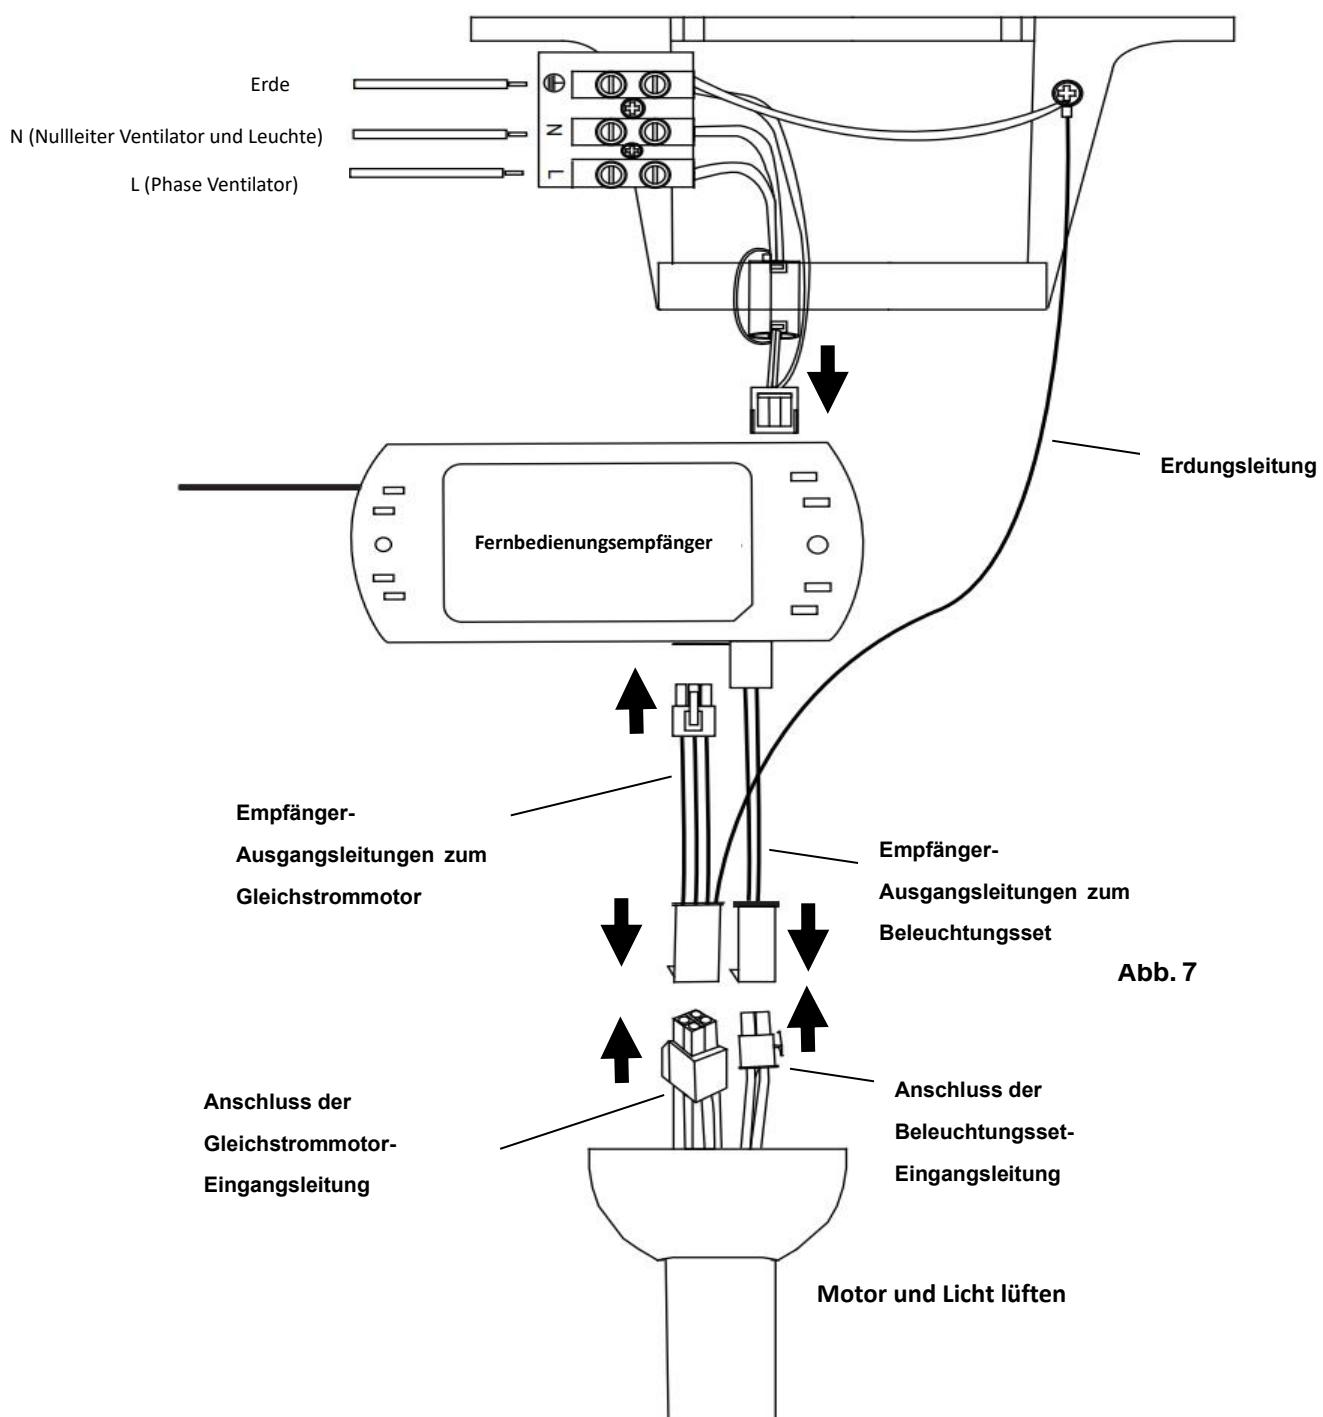

Abb. 7
VERKABELUNGSDIAGRAMM (Abb. 7)
Von der Netzversorgung zur Klemmleiste an der Montagehalterung: (Abb. 7)
Von der Montagehalterung zum Empfänger und Motor: (Abb. 7)
5. Schließen Sie die Ausgangsleitungen des Gleichstrom-Motors/-Empfängers (von der Halterung mit Erdungsleitung) an den Ausgang des Gleichstrom-Motors/-Empfängers an (**Abb. 7**). Schließen Sie die Ausgangsleitungen des Gleichstrom-Motors/-Empfängers mit Erdungsleitung (von der Halterung mit Erdungsleitung) an den Eingang des Ventilatormotors an (**Abb. 7**).